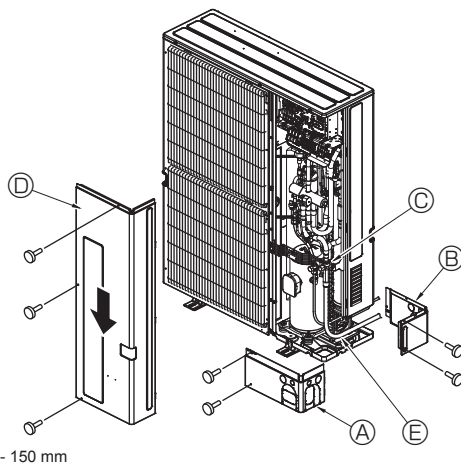

Fig. 4-7
4.5. Soğutucu boruları (Fig. 4-7)